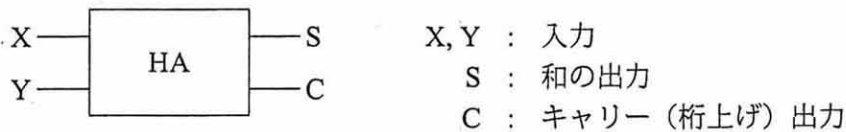
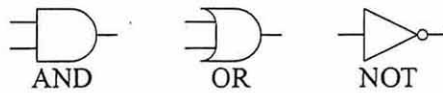

図 1
図 2
(1) 加算器に関する以下の問に答えよ.
- (a) 図 1 は 1 ビットのハーフアダダー (HA:半加算器) の入出力を表したものである. HA の真理値表を作成せよ. また, その表をもとに論理素子を使って HA 回路を設計せよ. ただし, 論理素子としては図 2 に示すような 2 入力 AND, 2 入力 OR, NOT を使うこと. それぞれの素子は複数個の使用が許されるが, 素子合計は最大 6 個とする. なお, 真理値表の入出力のレベルは 0 または 1 で表すこと.